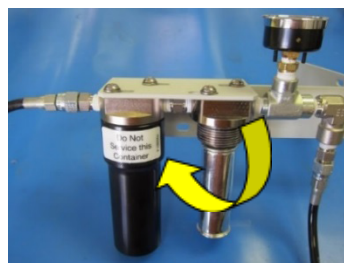

Abbildung 24: Entfernen der Trockenmittelfilter-Patrone
3. Entfernen Sie die Trockenmittelfilter-Patrone, indem Sie sie nur mit Handkraft gegen den Uhrzeigersinn drehen. Siehe Abbildung 24 unten.